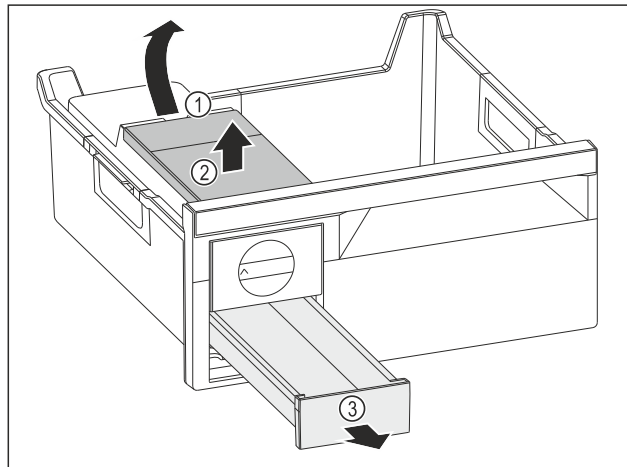

Fig. 77
- Scoaterea rezervorului de apă: Ridicați rezervorul de apă de la degajare Fig. 77 (1).
- Scoateți rezervorul de apă Fig. 77 (2) în sus.
- Scoateți sertarul pentru cuburi de gheață Fig. 77 (3) spre înainte.